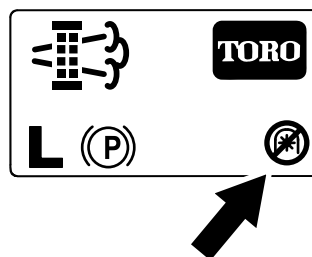

Figure 46
**Remarque:** L'écran d'accueil affiche l'icône de PDF désactivée (Figure 46).
**Remarque:** L'écran d'accueil affiche l'icône de PDF désactivée; voir Figure 46 à la section Messages de régénération en stationnement \(page 41\).